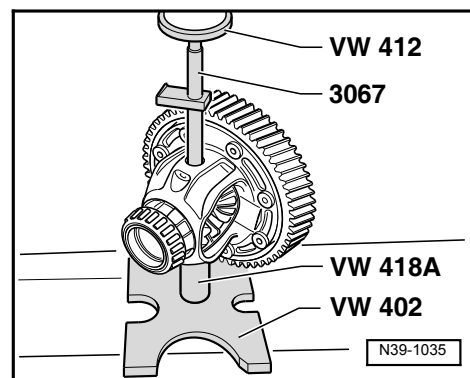

图 10 整体式止推垫圈的安装位置
- ☐ 安装位置⇒插图 自121 页 图 10
❑ 安装⇒插图 自121 页 图 10